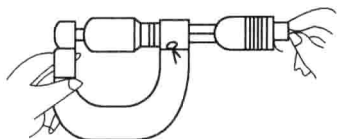

图 1-26 手持千分尺
2) 夹持工件。将工件置于稳定状态, 如图 1-26 所示; 左手拿住尺架, 右手转动微分筒, 使测量口的宽度比被测量工件的尺寸稍大; 将工件置于两测量面之间, 使其与测量面贴合; 旋转测力手柄直到“咔咔”的三声为止。